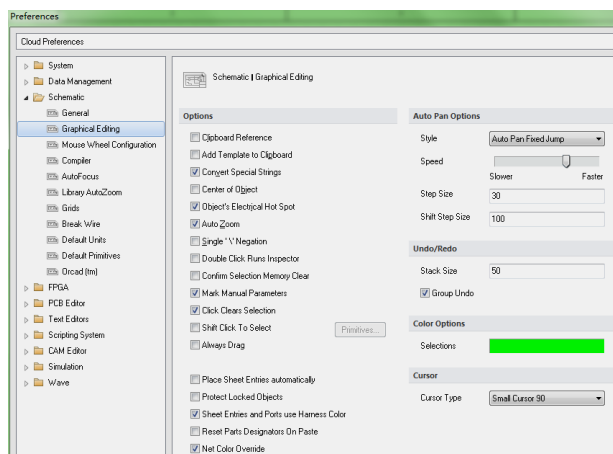

图 2.30
(1) 直接利用滚动条。以鼠标按住并拖动滚动条，就可以在编辑窗口内上、下、左、右地移动画面。在滚动条的上下单击，可以大幅度移动画面，单击滚动条两头 、、、
(2) 使用系统所提供的 **Auto Pan Options**(自动摇景选项), 当光标在原理图上移动时, 系统会自动移动原理图, 以保证光标指向的位置进入可视区域。关于该功能的设置, 可以在 **Graphical Editing**(图形编辑)选项卡的“自动摇景选项”中进行, 主要有如下几项, 见图 2.30。